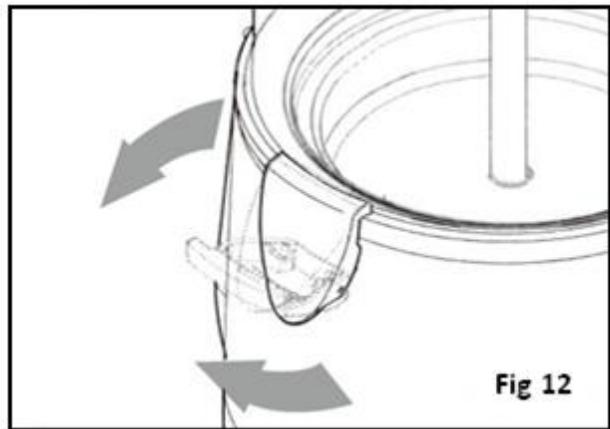

Fig 12
- Ouvrez les bagues de maintien du bol, tel qu'illustré en Fig. 12, afin de détacher celui-ci du reste de l'appareil ;